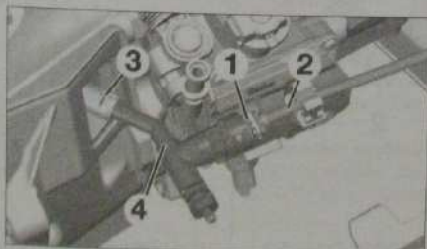

Fig. 13
- Dégrafer l'agrafe (1) sans la déposer (Fig. 13).
- Désaccoupler le tuyau (2).
- l'agrafe (3),
- le raccord de purge (4),